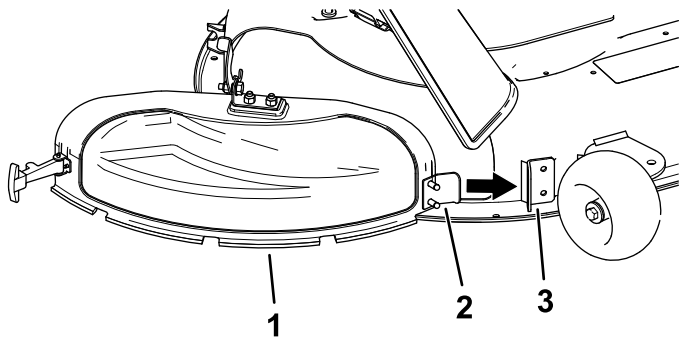

図 14
3. 排出口カバーについている金属製のタブを、デッキに溶接されているブラケットのスロットに取り付ける **図 14**。